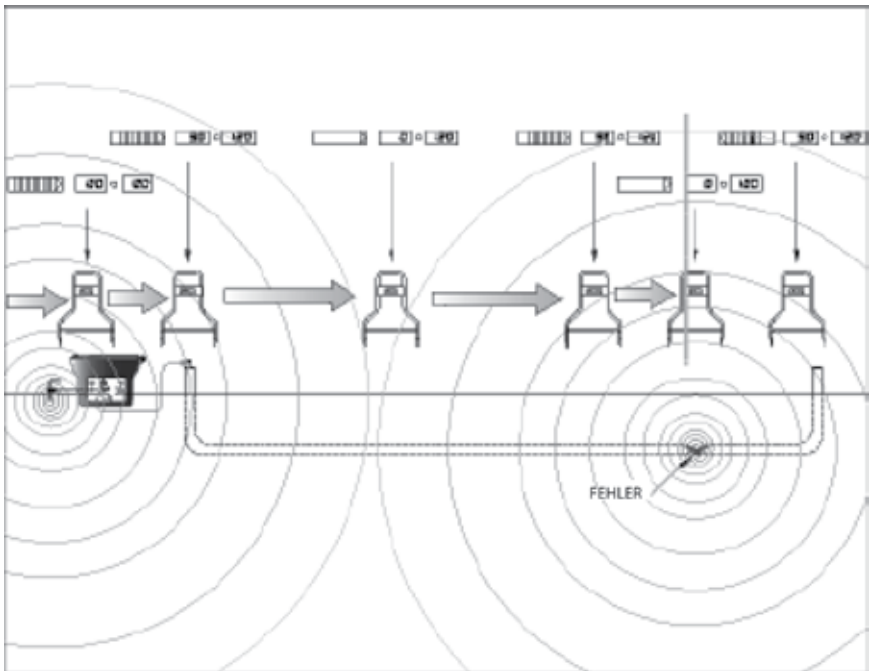

Abbildung 3-4: Auffinden des Kabelfehlers mit dem A-5000 Empfänger
5. Die Anzahl Balkensegmente nimmt mit zunehmender Entfernung zur Synchronisierungsstelle ab und nimmt mit abnehmender Entfernung zum angepeilten Fehler zu. Siehe Abbildung 3-4.